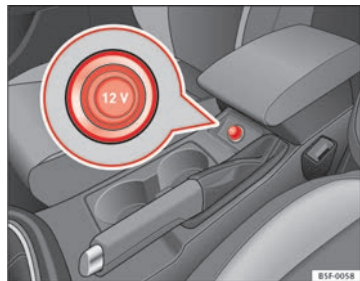

Fig. 77 Console centrale : prise de courant de 12 volts avant/arrière
- Retirez le connecteur placé sur la console centrale de la prise de courant ⇒ fig. 77.